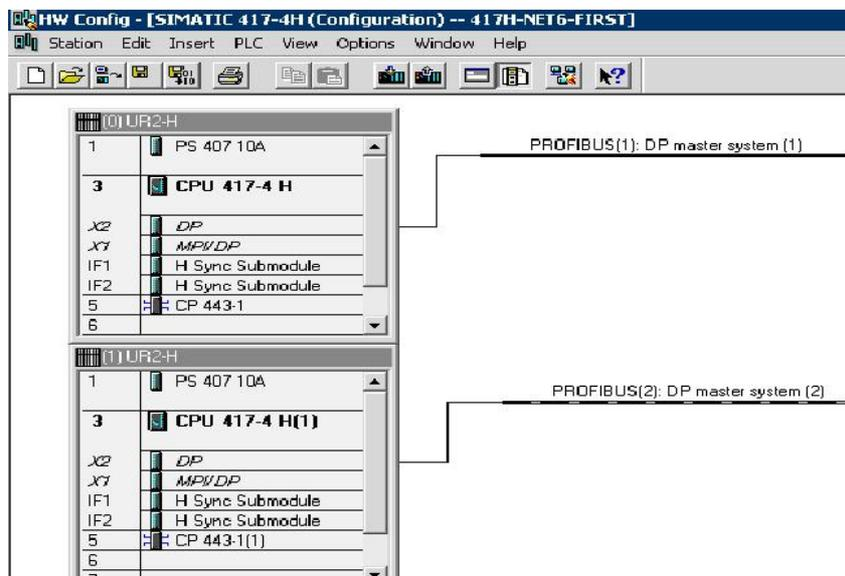

图 2
3.2 通过双击硬件或使用右键弹出菜单, 打开 SIMATIC 417-4H 的硬件组态 (HWConfig)。本例中的硬件组态仅供参考, 用户以实际硬件组态情况为准。对于冗余系统, 应使用 UR2-H 机架, 如图 2 所示。